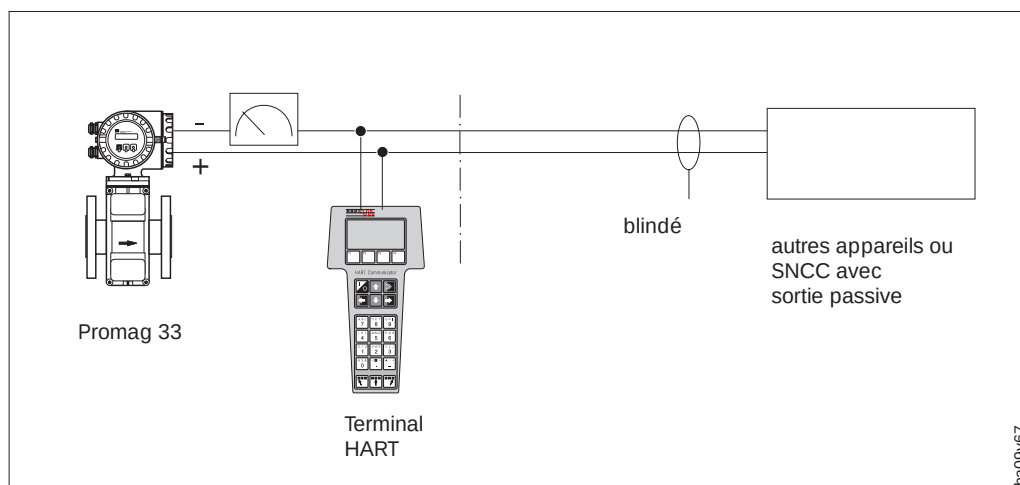

Fig. 41
- raccordement via le câble de signal analogique 4...20 mA de la sortie courant, voir fig. 41